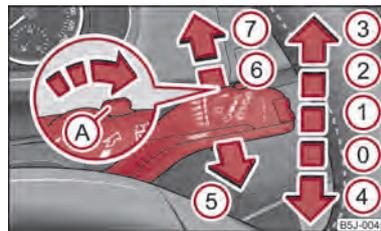

Fig. 30 Palanca de limpiaparabrisas
La palanca de limpiaparabrisas ⇒ fig. 30 tiene las siguientes posiciones:
- Empuje la palanca, apartándola del volante, a la posición ⑥ ⇒ fig. 30, la escobilla barrerá cada 6 segundos.
Los faros se limpiarán cada quinto barrido del limpiaparabrisas y si está conectada la luz de cruce o de carretera y se ha mantenido la palanca del limpiaparabrisas durante aprox. 1 segundo en la posición ⑤ ⇒ fig. 30.